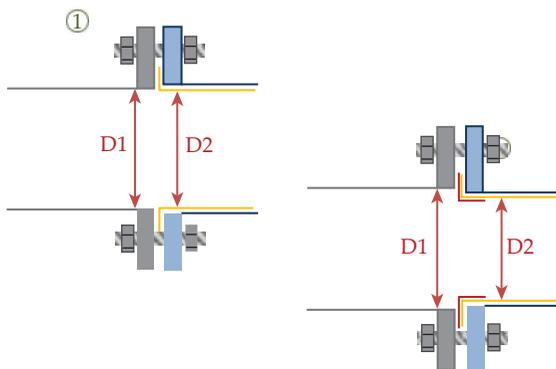

Рис. 1.12
В примере, показанном на рис. 1.12 показаны два разных размера труб. С хорошо подобранными размерами (1), нет никакой разницы во внутреннем диаметре при сравнении расходомера и трубопровода. Если внутренний диаметр прибора меньше по сравнению с трубопроводом (2), необходимы защитные устройства. Из – за возможных ошибок измерения, как правило, не рекомендуется использовать прибор с большим внутренним диаметром, чем труба.